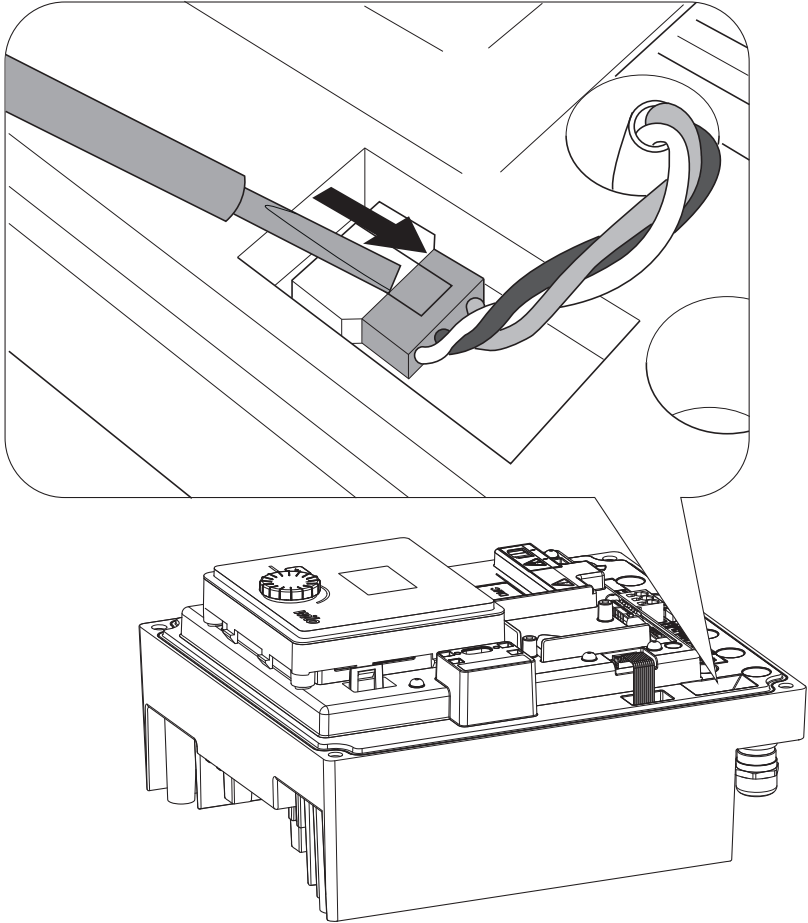

Fig. 46: Lossa modulfläktens anslutningskabel
- Dra bort modulfläktens anslutningskabel. (Fig. 46).